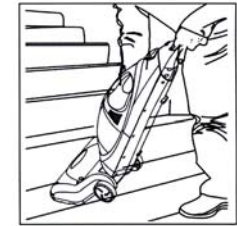

Fig. 7
2. Mueva la llave de encendido a la posición de cepillo para pisos. (Fig. 7)